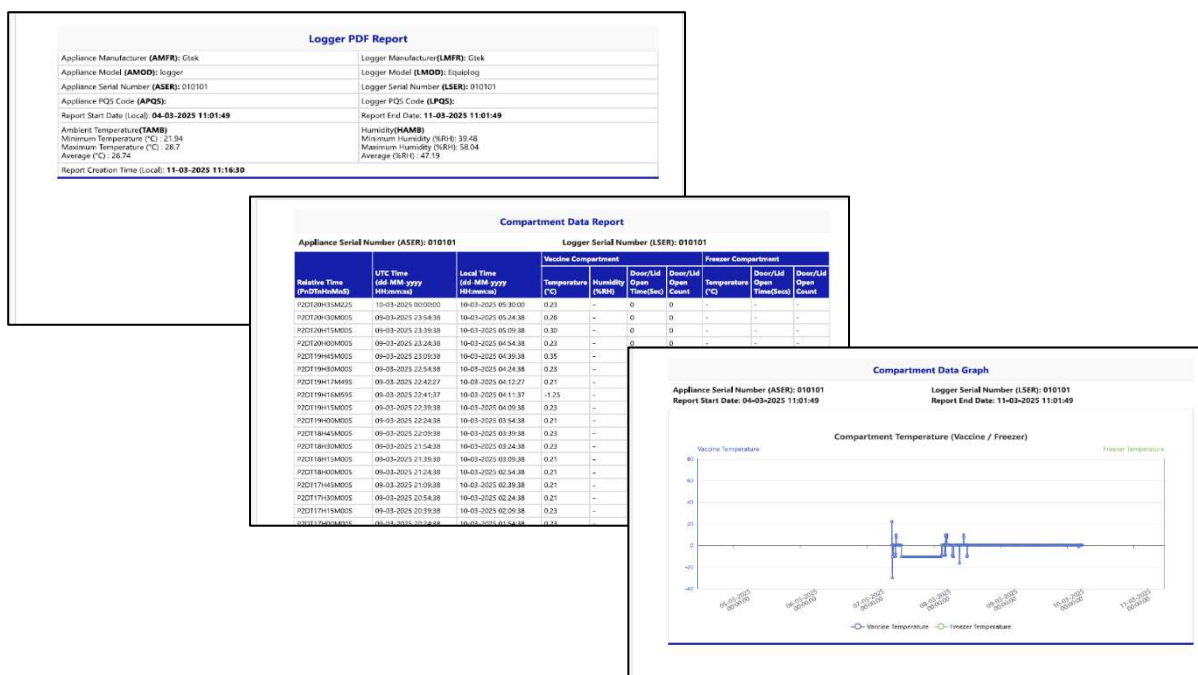

Figura 58 Generar informe de datos en PDF para el dispositivo seleccionado
- El informe PDF consta de la tabla de datos seleccionada junto con su gráfico para el filtro de período de tiempo seleccionado como se muestra en la figura 58.